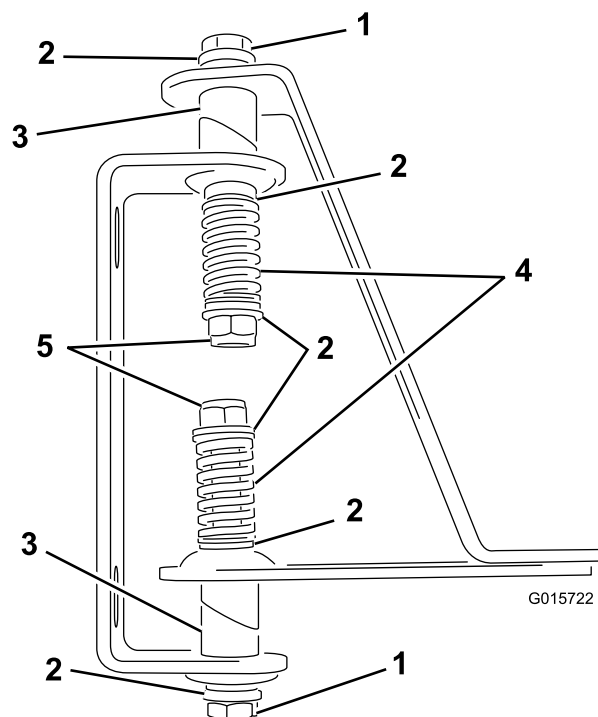

Figura 4
- Introduzca los pernos a través de los tubos soldados de las bisagras y las pletinas (Figura 4).
- Instale un muelle en el extremo de cada perno (Figura 4).